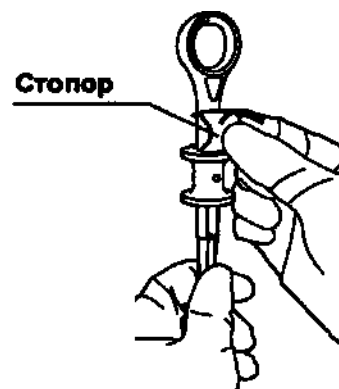

Рис. 1
- 2 Удерживая стопор, как показано на Рис. 1, снимите стопор с рукоятки вращающим движением.